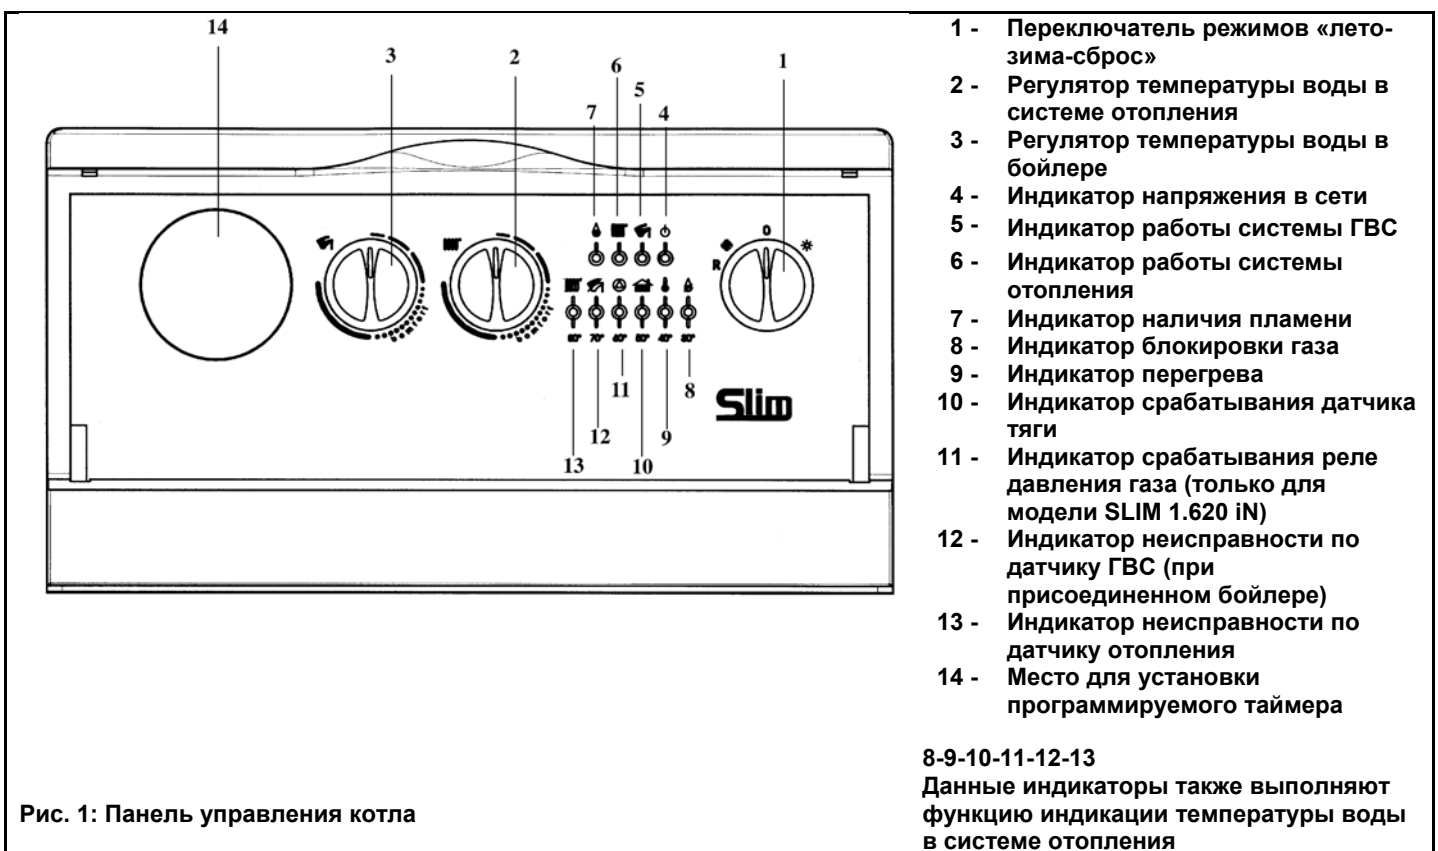

Рис. 1: Панель управления котла
- установить переключатель режимов «лето - зима» (рис. 1, позиция 1) в режим «зима» ;
- установить регулятор температуры воды в системе отопления (рис. 1, позиция 2) на нужное значение.
Важная информация: при переключателе режимов «лето - зима» (рис. 1, позиция 1), установленном в положении «зима» , перед каждым очередным включением котла по сигналу регулятора системы отопления установлена задержка на несколько минут (для того чтобы избежать частых включений/выключений). Для того чтобы горелка включилась сразу, переведите переключатель в положение (0), а затем снова установите режим «зима».
Внимание! При первом включении внутри трубы подачи газа могут образоваться воздушные пробки. В таких случаях горелка не будет включаться и произойдет блокировка котла по газу (загорается красная лампочка блокировки котла - рис. 1, позиция 8). При возникновении данной проблемы повторите процесс включения котла до поступления газа в горелку, кратковременно установив перед включением переключатель режимов (рис. 1, позиция 1) в положение  (сброс).
Регулятор температуры воды в бойлере (рис. 1, поз. 3) может использоваться только при наличии накопительного бойлера. В этом случае возможно отрегулировать температуру воды контура ГВС, установив регулятор на нужное значение.
Приоритет ГВС можно отключить установив регулятор (рис. 1, поз. 3) на минимальное значение в соответствии с функцией защиты от замерзания воды в бойлере.
Данное устройство может быть снабжено комнатным термостатом для контроля температуры отапливаемого помещения. В этом случае регулятор температуры воды в системе отопления (рис.1, поз. 2) устанавливается в максимальное положение, а сигналы на включение и выключение котла поступают от комнатного термостата.
При отсутствии комнатного термостата температура помещения регулируется косвенным образом при помощи регулятора температуры воды в системе отопления (рис.1, поз. 2); при таких условиях насос системы отопления работает постоянно. Для увеличения температуры повернуть регулятор по часовой стрелке, для уменьшения - против часовой стрелки.
- Установить переключатель режимов (рис. 1, поз. 1) в положение (0), проследив, чтобы лампочка-индикатор (рис. 1, позиция 4) погасла; таким образом, прекращается подача электричества на котел.
- переключатель режимов (рис.1, позиция 1) не установлен в положение (0);